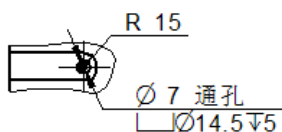

图 10.4.49 标注投影视图尺寸 2
(2) 单击“前缀”按钮 ，在 **后缀** 文本框中输入“通孔”；然后单击 **下标 2(X)** 下面的文本框，依次单击 和 按钮，输入“14.5”，单击 按钮，输入“5”，标注图 10.4.49 所示的孔尺寸。